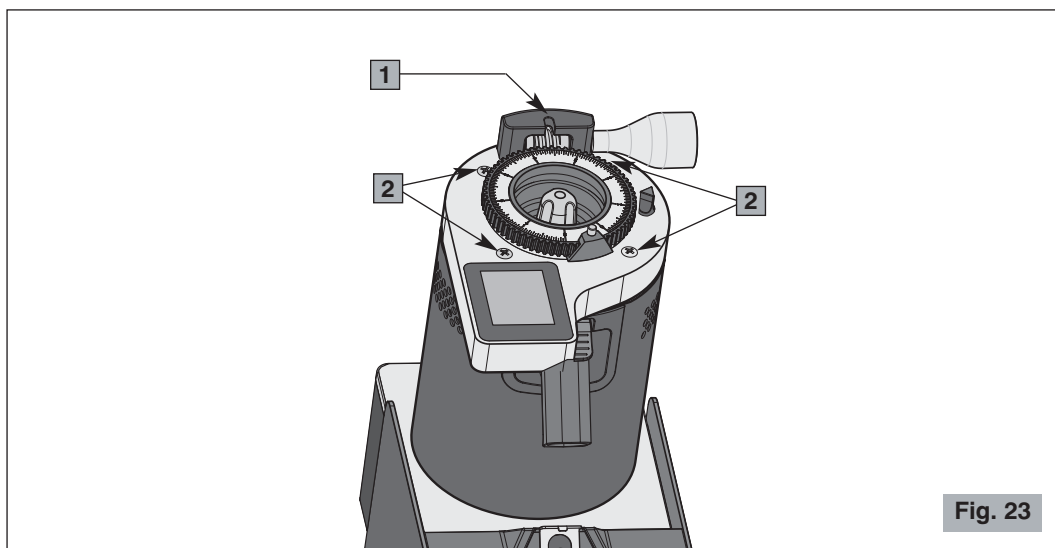

Fig. 23
Una volta rimossa la campana è possibile lavarla con acqua tiepida e sapone neutro, risciacquarla e asciugarla attentamente. Per rimontarla agganciare il dente nella parte posteriore della campana nella sua sede (1, Fig. 23).
- **Per la pulizia della testata** rimuovere le quattro viti (2, Fig. 23) che la fissano al corpo.